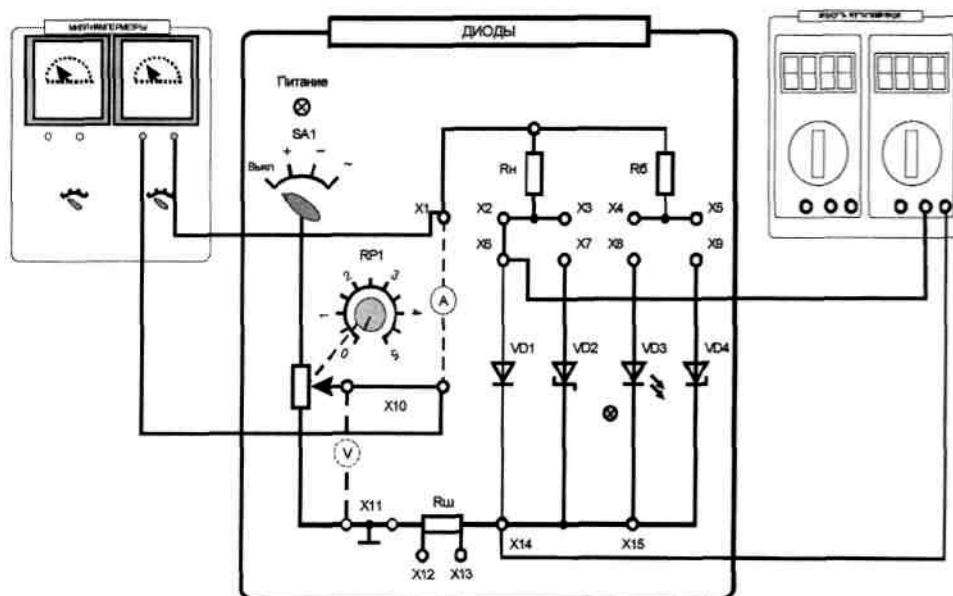

Рис. 3.1.4
3.1.1. Собрать схему для исследования выпрямительного диода VD1 на постоянном токе. Для измерения анодного тока включить миллиамперметр, для измерения анодного напряжения включить мультиметр в режиме измерения постоянного напряжения (рис. 3.1.4). Включить электропитание стенда и
3.3.1. Собрать схему для исследования стабилитрона на постоянном токе (аналогично схеме по рис. 3.1.4. Выполнить пункт 3.1.2 для стабилитрона.